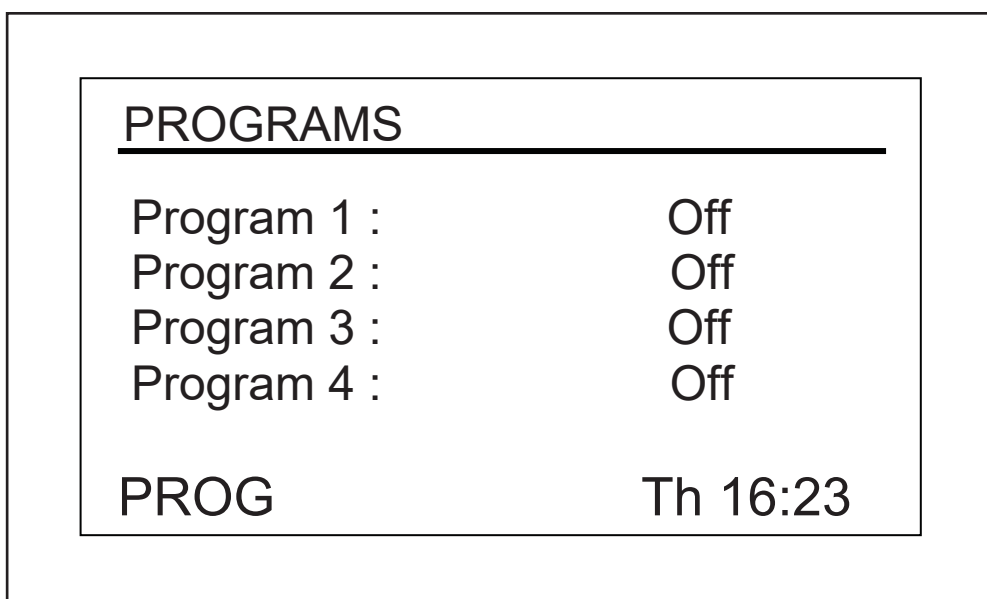

Рис. 9-10: Экран программ
Чтобы войти в режим программирования, ручкой управления выберите экран *PROG* (см. рис. 9-10 на стр. 61). На этом этапе можно выполнить программу *Run*, отредактировать ее *Edit*, создать новую программу *New* или остановить ее выполнение *Off.Off* - режим по умолчанию.
1. С помощью ручки управления выделите режим программы 1 (в примере экрана (см. рис. 9-10 на стр. 61) установлен режим *Off*), затем нажмите на нее.